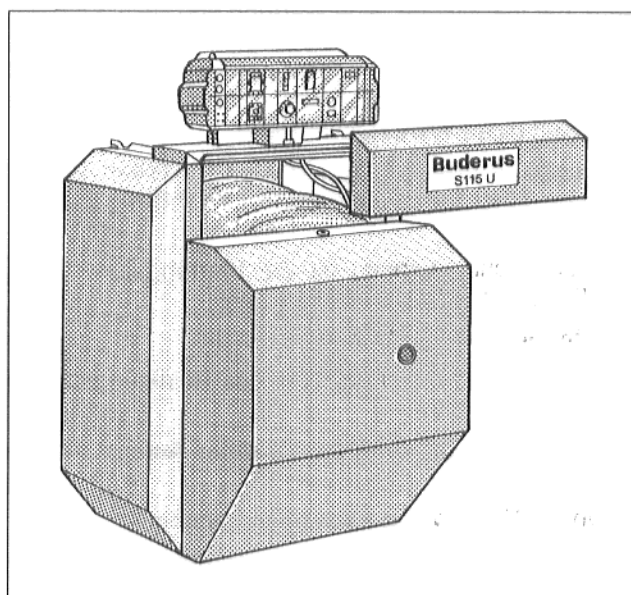

Abb. 23
- Obere Vorderwand mit der Abkantung in die vordere Kesselhaube einhängen (Abb. 23).